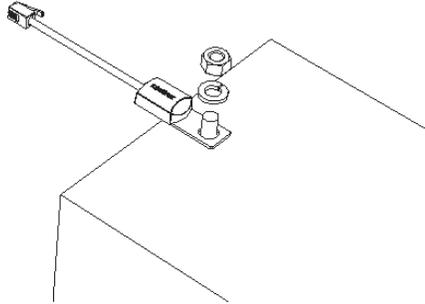

Figura 2-15 Conexión del BTS a la terminal de la batería
3. Conecte la terminal de anillo del BTS directamente a la terminal negativa de la batería (recomendado) o utilice el refuerzo adhesivo que está en la parte posterior del sensor para conectar el sensor a cualquier lado de la batería que va a supervisar. Consulte la Figura 2-15.